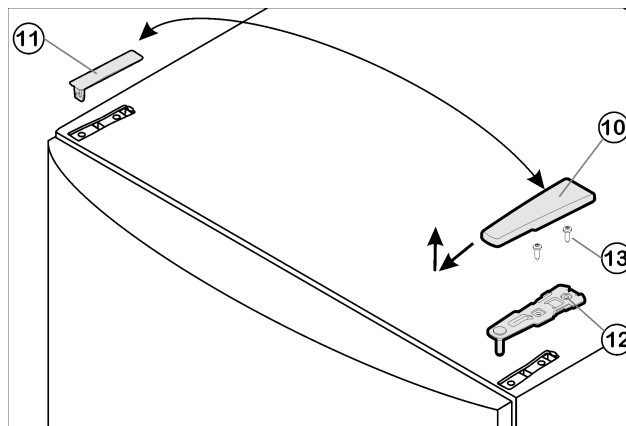

Fig. 4
- Потяните крышку Fig. 4 (10) вперед и вверх.
- Снимите крышку Fig. 4 (11).
- Открутите верхний опорный кронштейн Fig. 4 (12)(2 шт. Torx® 25) Fig. 4 (13) и вытяните вверх.
- ▶ Установите верхний опорный кронштейн *Fig. 4 (12)* на новой стороне шарнира и защёлкните в дверце.
- ▶ Прикрутите верхний опорный кронштейн *Fig. 4 (12)* **(с моментом 4 Нм)** (2 шт. Torx® 25) *Fig. 4 (13)*. При необходимости проделайте отверстия или используйте аккумуляторную отвертку.
- ▶ Защёлкните крышку *Fig. 4 (10)* и крышку *Fig. 4 (11)* на противоположной стороне.